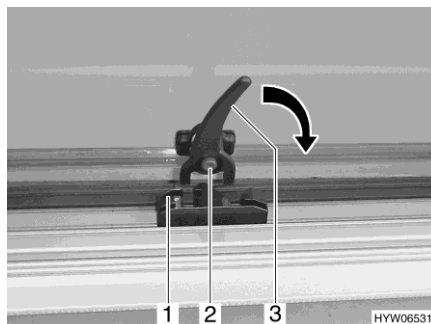
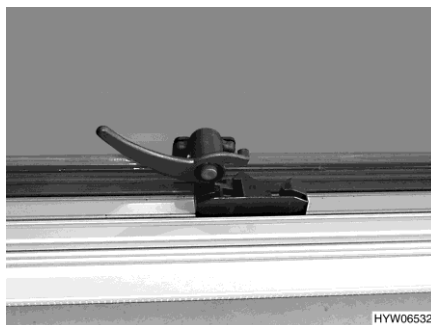

Fig. 53 Leva di serraggio (posizione "Aperto")
Fig. 54 Leva di serraggio (posizione "Aerazione continua")
- Premere il bottone di sicurezza (Fig. 53,2) e mantenerlo premuto.
- Ruotare la leva di serraggio (Fig. 53,3) nella direzione della freccia di un quarto di giro verso il telaio della finestra.
- In posizione di "Aerazione continua" (Fig. 54)
- Ruotare la leva di serraggio (Fig. 53,3) di un quarto di giro verso il centro della finestra.
- Ruotare la leva di serraggio in senso antiorario. Il bloccaggio deve entrare nell'apertura sinistra (Fig. 53,1) del dispositivo di bloccaggio (Fig. 54).
- Rilasciare il bottone di sicurezza (Fig. 53,2).